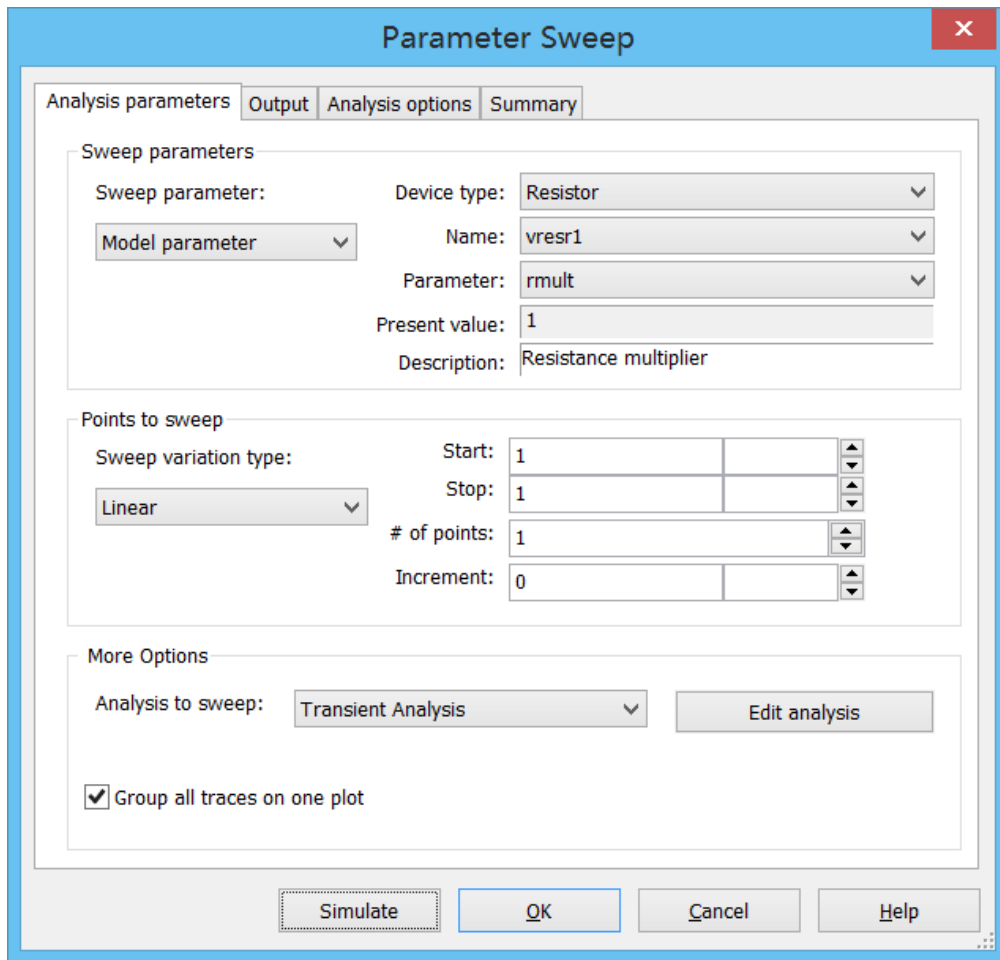

图 6.11 扫描参数为 Model parameter
Model Parameter: 本选项设定元件模型参数，选取本项后，区块里将出现五个字段，如图 6.11 所示。在 **Device Type** 字段里指定所要设定参数的元件类型，只包括电路图里所用到的元件类型。**Name** 字段里指定所要设定参数的元件名称。**Parameter** 字段里指定所要设定的参数；**Present Value** 字段为目前该参数的设定值（不可更改）；**Description** 字段为说明字段（不可更改）。
- Point to sweep:** 本区块的功能是设定扫描的方式。在交流分析的扫描方式中，包括 **Decade**（十倍刻度扫描）、**Octave**（八倍刻度扫描）、**Linear**（线性刻度扫描）及 **List** 等选项。如果选择 **Decade**、**Octave** 或 **Linear** 选项，则左边将出现四个字段，如图 6.11 所示。此时可在 **Start** 字段里指定开始扫描的值，在 **Stop** 字段里指定停止扫描的值，在 **# of points** 字段里指定扫描点数，在 **Increment** 字段里指定扫描间距。如果选择 **List** 选项，则其右边将出现 **Value** 字段，此时可在 **Value** 字段中指定扫描的参数值，如果要指定多个不同的参数值，则在参数值之间以逗号分隔。